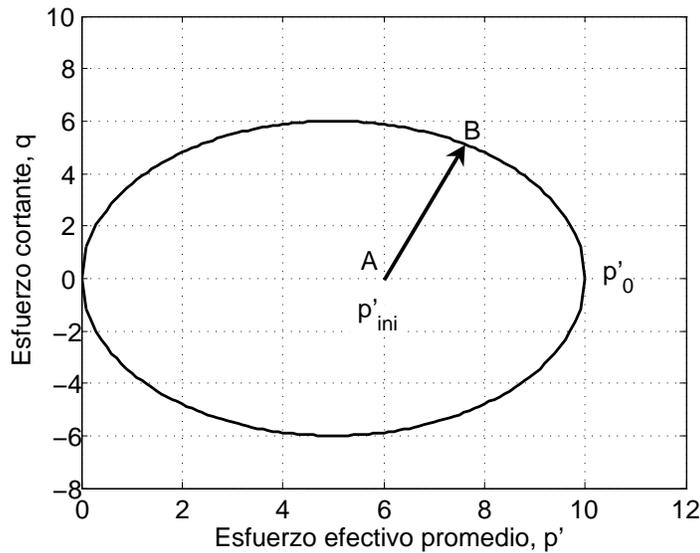

Figura 1: Coordenadas del punto B
2. Cuando se desea modelar un ensayo sobreconsolidado calcular las coordenadas del punto  $B$ , figura 1. Si es un ensayo normalmente consolidado las coordenadas del punto  $B$  son iguales a las coordenadas del esfuerzo de preconsolidación  $p'_0$ .